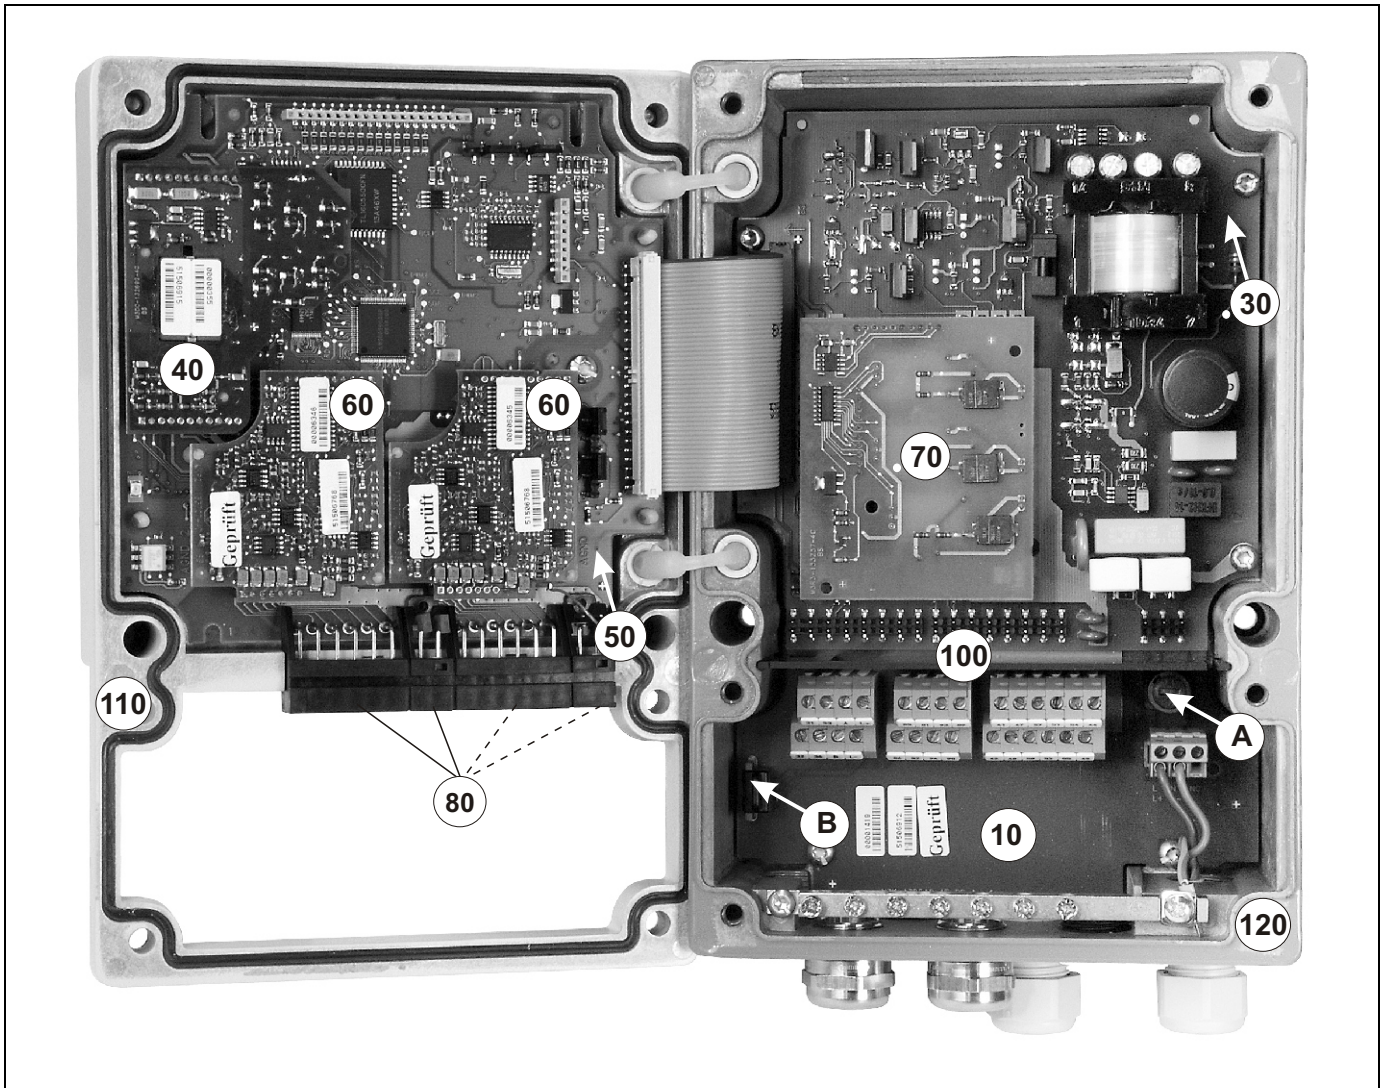

Fig. 37 : Vue de l'intérieur du transmetteur Mycom S
- Position du support de fusibles : "A" dans fig. 37.